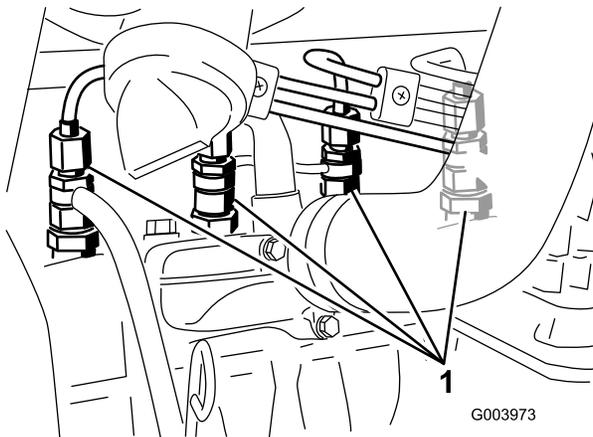

Bild 31
1. Lockern Sie den Leitungsanschluss an der ersten Düse und Halterung (Bild 31).